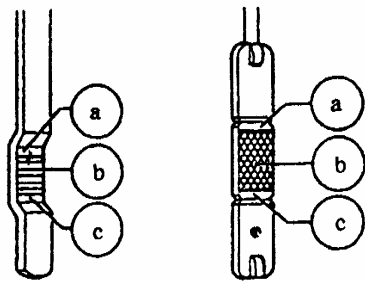

图 4-95 机油标尺
(1) 起动发动机暖机直至机油温度高于 60℃，将发动机熄火，并使汽车停在水平路面上。等待数分钟，待机油回流至油底壳后方可进行下面步骤。
(2) 拔出机油标尺，用干净布擦净标尺后重新插入。再次拔出机油标尺，读取油位。机油标尺上的油位标记如图 4-95 所示，其中 a 表示不可加机油；b 表示可加注机油，加注后油位可达 a 区；c 表示必须加注机油，使油位达区域 b 某一位置即可。